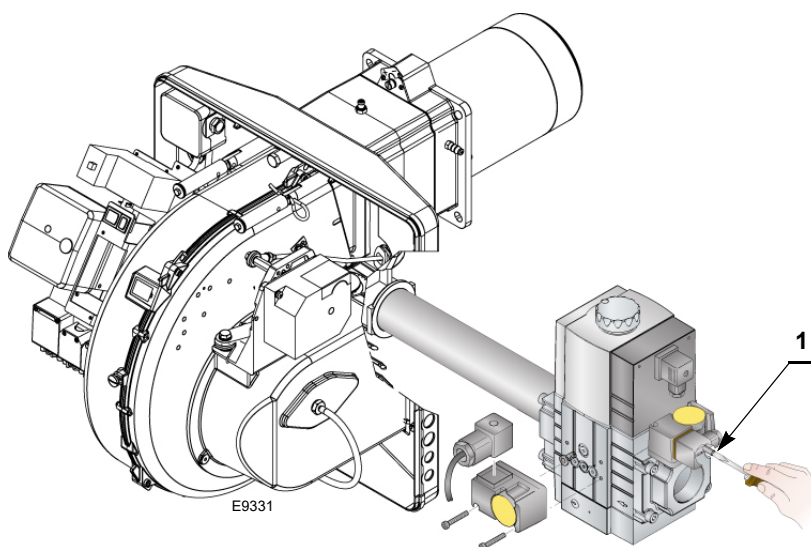

Fig. 21
- Controlar a pressão de alimentação do gás, conectando um manómetro na tomada de pressão 1) (Fig. 21) do pressóstato gás de mínima: deve ser inferior à pressão máxima consentida à linha de gás, presente na chapa que indica as características.